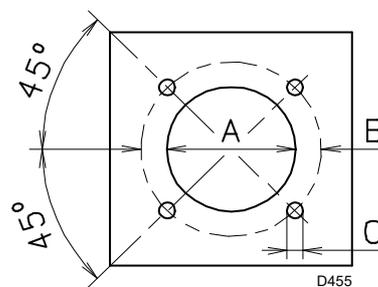

Fig. 13
Forare la piastra di chiusura della camera di combustione come in Fig. 13. La posizione dei fori filettati può essere tracciata utilizzando lo schermo termico a corredo del bruciatore.
- Infilare tutto il bruciatore sul foro caldaia, precedentemente predisposto (Fig. 13), e fissare con le viti date a corredo.